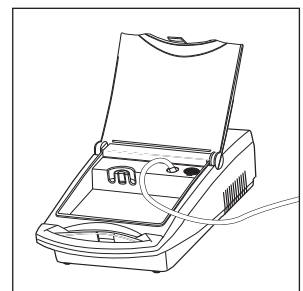

Figure 2
5. Brancher l'une des extrémités du tube du nébuliseur dans le connecteur d'admission d'air (**Figure 2** ou **3**).